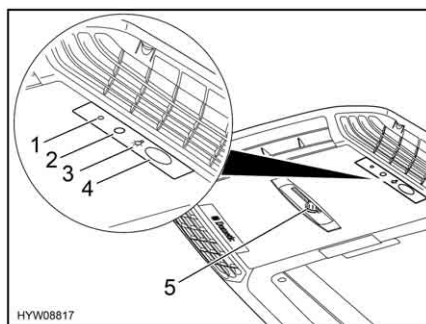

Fig. 65 Unità a soffitto
- Premere il tasto On/Off (Fig. 65,2) sull'unità a soffitto. Una pressione breve inserisce la modalità standby, una pressione lunga inserisce l'impianto di climatizzazione.
- Premere il tasto On/Off (Fig. 65,2) sull'unità a soffitto. L'impianto di climatizzazione è disinserito.
Diodo luminoso Il diodo luminoso (LED) (Fig. 65,1) sull'unità a soffitto (Fig. 65) indica lo stato di funzionamento dell'impianto di climatizzazione:
- Premere brevemente il tasto illuminazione (Fig. 65,3).
- Ruotare la manopola sul regolatore a scorrimento (Fig. 65,5) in senso antiorario. Il regolatore a scorrimento per la distribuzione dell'aria è sganciato.
- Puntare il trasmettitore a infrarossi del telecomando verso il ricevitore a infrarossi (Fig. 65,4) sull'unità a soffitto.